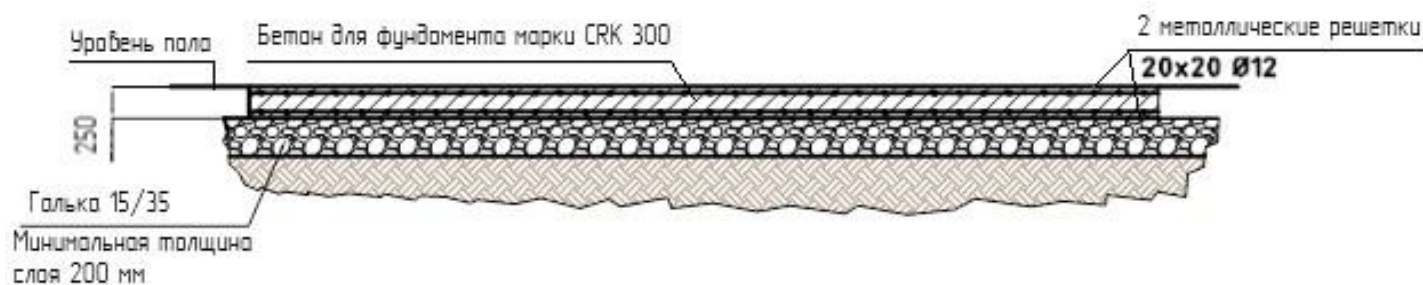

Рис.7 Параметры фундамента под установку ГЗК
- во избежание какого-либо оседания кровли, **GRAF S.p.A.** рекомендует положить соответствующий фундамент для поддержки веса оборудования (Рисунок 7).